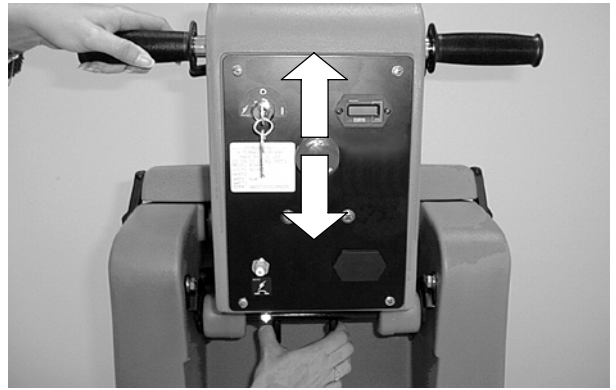

FIG. 8
- Repérez les deux leviers chargés par ressort sous le panneau de commande (Figure 8).
- Pressez les leviers l'un contre l'autre et relevez ou abaissez les poignées de commande de façon à obtenir une hauteur d'utilisation confortable (Figure 8).